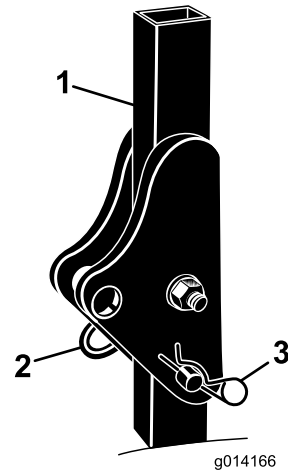

图5
1. 从翻车保护杆上卸下 2 个发卡销和 2 个柱销图5。
2. 将翻车保护杆升起至直立位置并用 2 个柱销和 2 个发卡销固定图5。